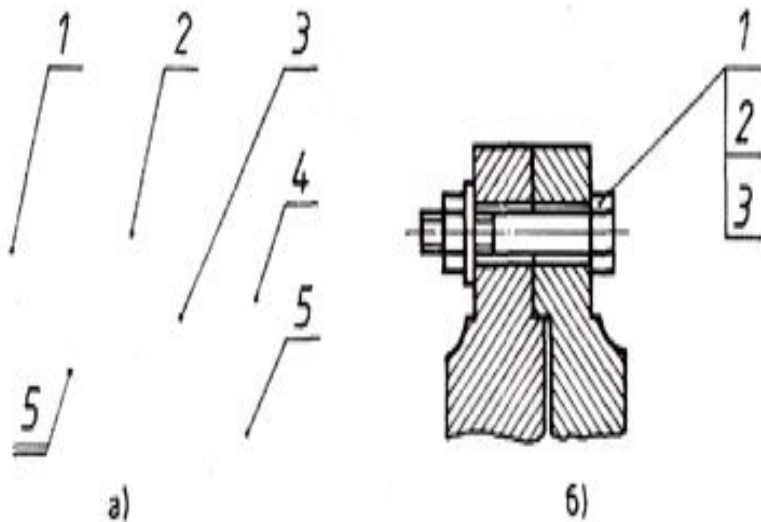

Рис. 232. Расположение линий-выносок
- Допускается делать общую линию-выноску для группы крепежных деталей, относящихся к одному и тому же соединению (рис. 232, б).
Одинаковые составные части изделия указывают одним и тем же номером позиции. Допускается повторно указывать номера позиций одинаковых составных частей, при этом повторяющиеся номера позиций на чертеже рекомендуется выделять двойной полкой (рис. 232, а, поз. 5).